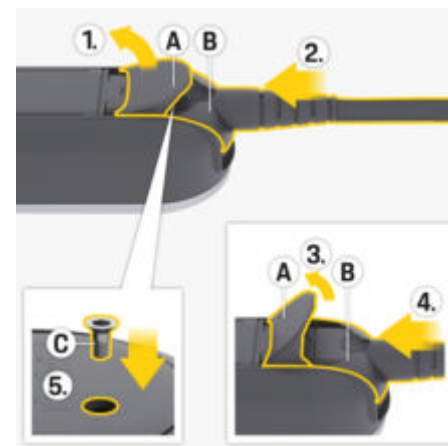

Рис. 104 Закрепление сетевого кабеля и фиксация штекера
1. Откройте крышку **А** (Рис. 104) прим. на 15 градусов (чтобы штекер **В** (Рис. 104) оказался в панели управления).
2. Вставьте штекер **В** (Рис. 104) в панель управления до первого сопротивления.
3. Полностью откройте крышку **А** (Рис. 104).
4. Вставьте штекер **В** (Рис. 104) до конца.
5. Полностью закройте крышку **А** (Рис. 104) и зафиксируйте винтом **С** (Рис. 104).